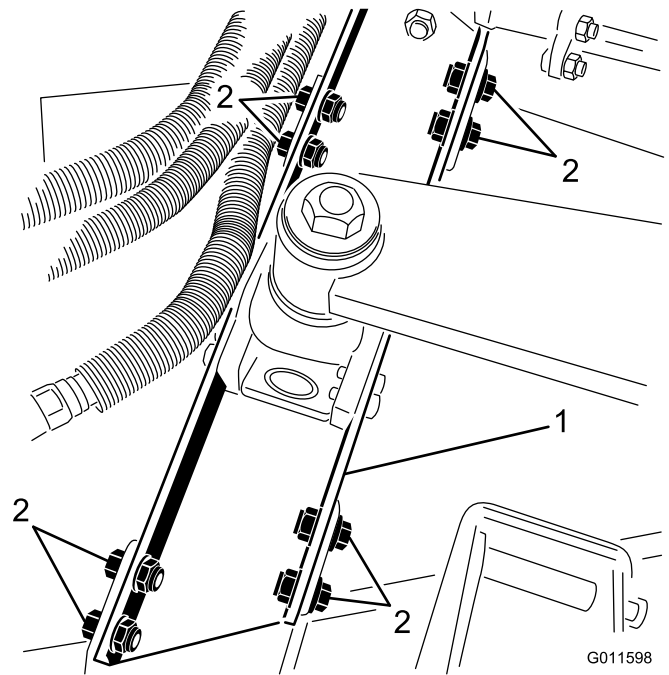

Figura 4
2. Retire los 8 pernos, arandelas y contratuercas que sujetan el soporte de los brazos de elevación a los soportes de la carcasa del cortacésped (Figura 4).